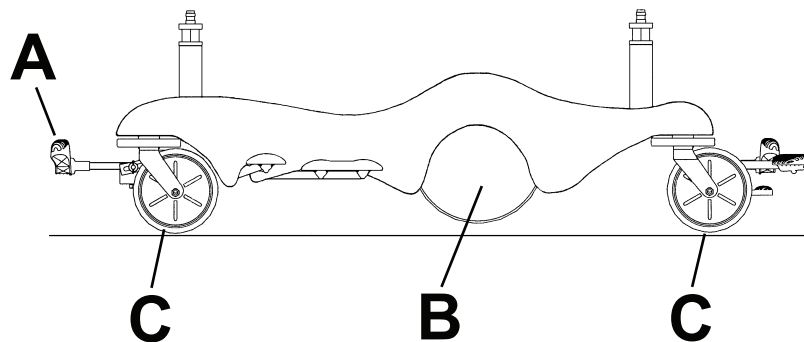

Figura 9 – Transportul fără sistemul Big Wheel
1. Aduceți pedala pentru frână/direcție (A) în poziția neutră (Figura 9).
- Cu produsul în poziție neutră, sistemul **Big Wheel** (B) este ridicat și produsul se sprijină pe toate cele patru roți (C) (Figura 9). În această poziție, puteți deplasa produsul în orice direcție, inclusiv laterală.